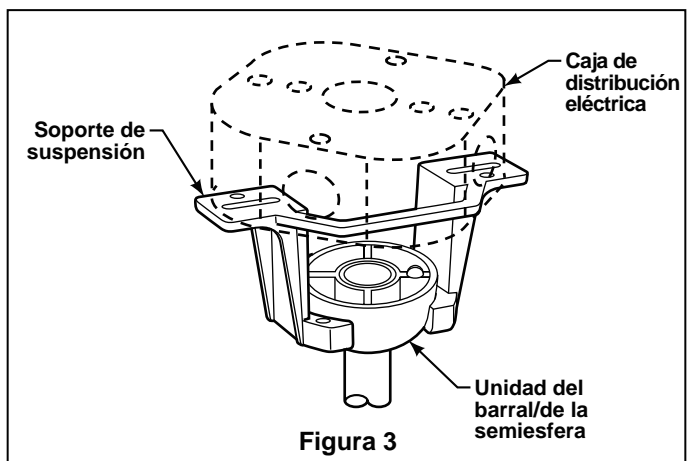

Figura 3
4. Pase los cables a través de la cubierta de unión del motor y la cubierta para el tornillo del capuchón y el capuchón. Coloque la cubierta para el tornillo del capuchón y el capuchón sobre el ventilador con el lado abierto apuntando hacia arriba. (Figura 3)
7. Deslice la cubierta de unión del motor hacia abajo hasta que toque la parte superior de la caja. (Figura 3)
3. Con cuidado, levante el ventilador y apoye la unidad del barral/de la semiesfera en el soporte de suspensión que acaba de fijar a la caja de distribución eléctrica (Figura 3). Asegúrese de que la ranura en la semiesfera esté alineada con el reborde del soporte de suspensión (Figura 2).
- Conecte los cables como se indica: (Figura 3)
3. Instale dos bombillas Candelabra (incluidas - 60 vatios como máximo) en cada uno de los portalámparas de la unidad de soporte de la placa de iluminación descendente. (Figura 3)